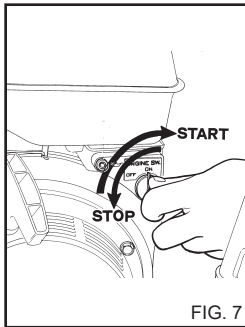

FIG. 7
3) Den Motorschalter auf ON stellen (Fig. 7).
a) Den Motorschalter auf OFF stellen. (Fig. 7).